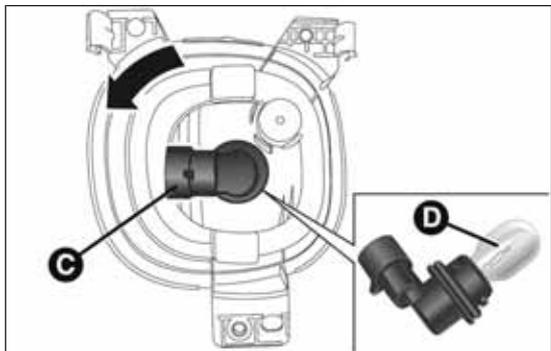

fig. 189
- desconectar el conector eléctrico y girar hacia la izquierda el portalámparas C fig. 189;